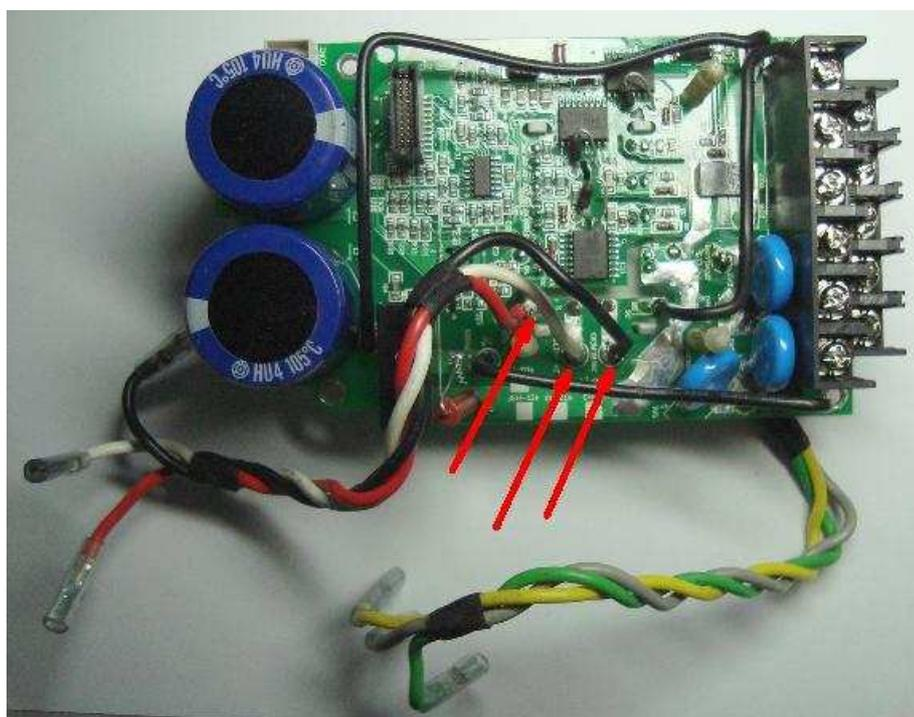

Рис. 7.8
7.3.5. Взять новый жгут №1 (рис.7.8). Запаять в отверстия платы с маркировкой «RED», «WHITE» и «BLACK» концы жгута №1 соответствующего цвета (красный, белый, черный) (рис.7.8).